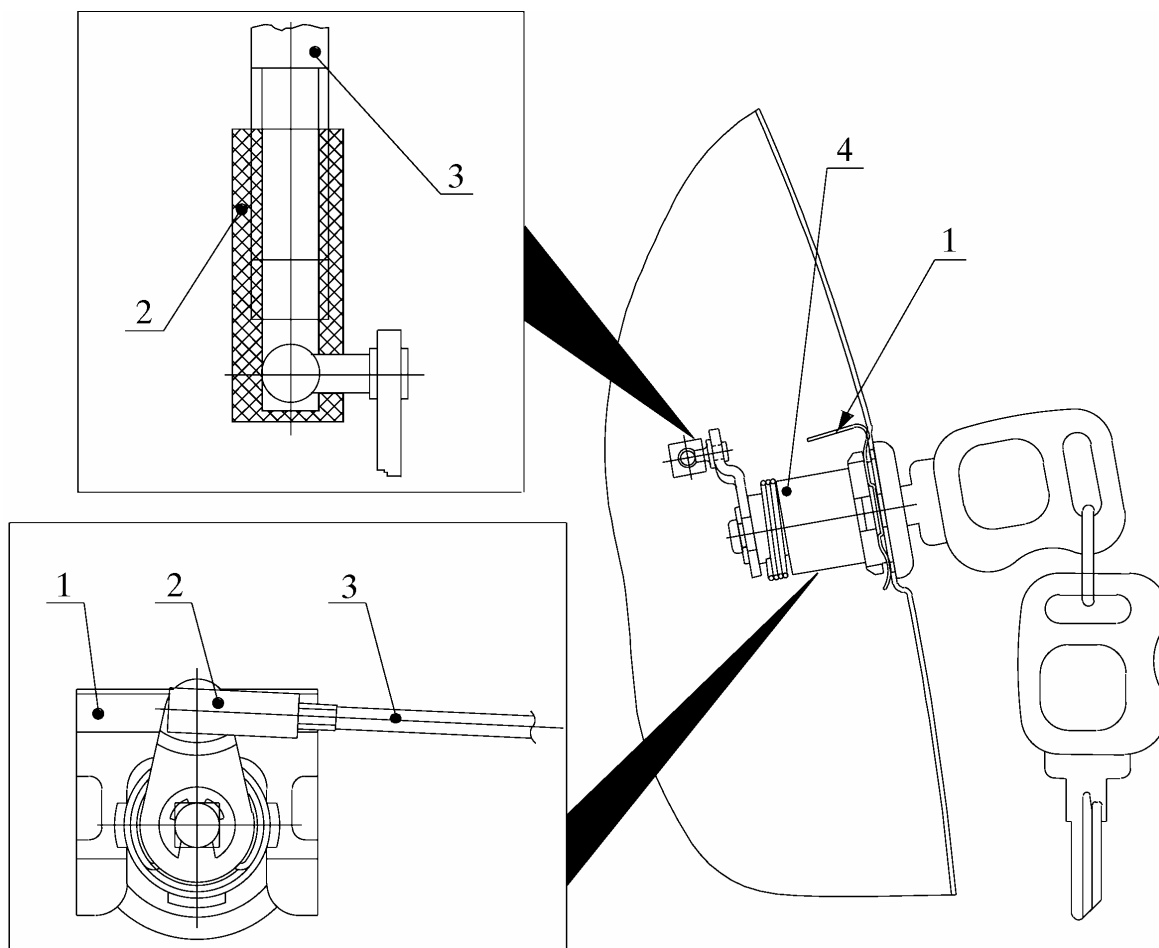

Рис. 6. Снятие привода замка багажника:
3.7. Снять тягу 3 (рис. 6) привода замка багажника, отсоединив наконечник 2 тяги замка от привода 4 замка багажника